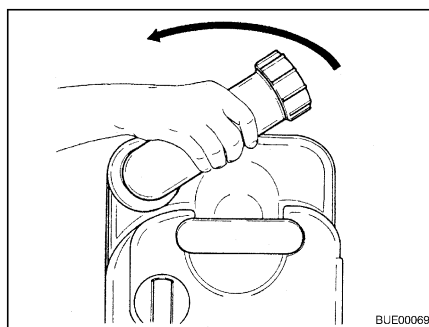

Fig. 178 Ruotare il bocchettone di scarico
- Ruotare il bocchettone di scarico verso l'alto (Fig. 178).